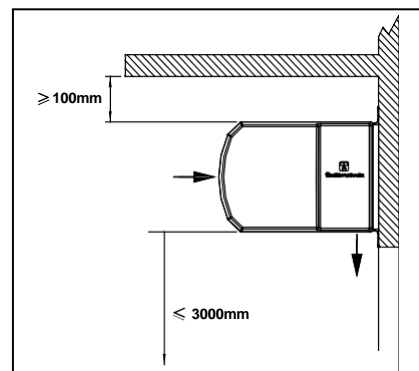

Fig. 1
- recommander 100mm de hauteur utile au-dessus du rideau d'air, voir Fig. 1